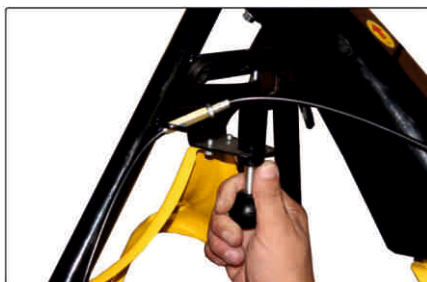

Рис.3
- Оттяните вниз фиксатор руля (рис.3).
- Основное регулирование заключается в подборе правильного положения сошника и положений рукояток руля. Установку требуемого положения сошника производите после определения необходимой глубины обработки почвы. Для изменения высоты руля оттяните вниз фиксатор руля (рис.3), переведите и зафиксируйте его в одном из четырех удобных для оператора положений. Для изменения угла поворота потяните вверх фиксатор руля 11 (рис.1), поверните и зафиксируйте рулевую колонку в нужном положении.